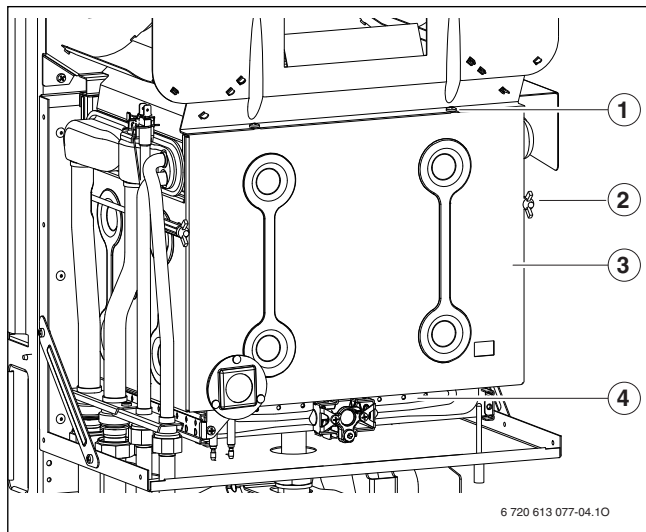

Рис. 37 Открывание горелки
- ▶ Снять переднюю стенку камеры сгорания и горелку (→ рис. 37).